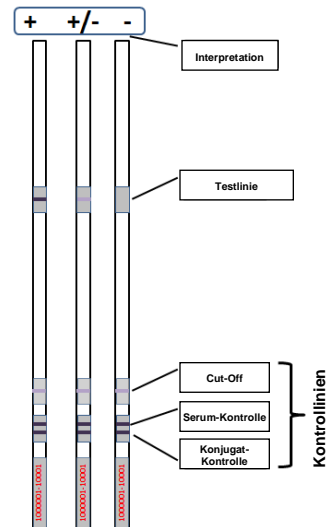

Abbildung 1: Schematische Darstellung von reagenzierten LIA-Streifen mit einer Testlinie.
- Die Testlinien sind über den Cut-Off-, Serum- und Konjugat-Kontrolllinien platziert, wie es in der schematischen Darstellung gezeigt wird (Abbildung 1). Serum- und Konjugat-Kontrolllinien erscheinen auf dem gleichen Teil der Nitrocellulose an der Unterseite des Streifens.
- Wie bezeichnet in Abbildung 1 sollten die Serum- und Konjugat-Kontrolllinien eindeutig positiv sein, was ein erfolgreiches Experiment anzeigt. Der Cut-Off ist eine schwache Linie mit Variation in der Intensität basierend auf den Versuchsbedingungen. Die schematische Darstellung in Abbildung 1 zeigt eine beispielhafte Testlinie. Beim LIA (Abbildung 2) gibt es 14 Testlinien und 3 Kontrolllinien. Die Testlinienentwicklung hängt von der Probe ab. Positive Reaktionen können mit variierenden Intensitäten von schwach bis stark auftreten. **Schwache Reaktionen sollten sich im Vergleich zur Intensität der bereitgestellten Cut-Off-Linie innerhalb des Streifens befinden.** Reaktionen, die deutlich dunkler oder dichter sind als die Intensität der Cut-Off-Linie sollten als positiv betrachtet werden.